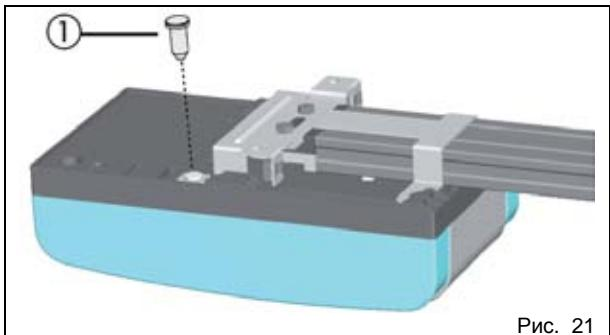
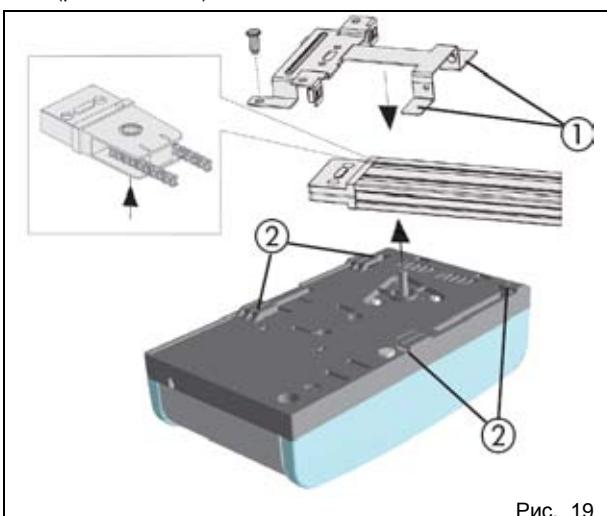
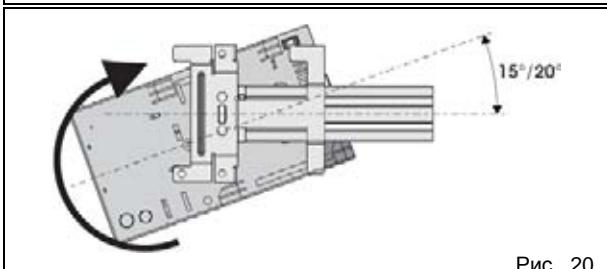

Рис. 21
Рис. 19
Рис. 20
- 1) Удерживая привод под наклоном 15/20° (рис. 20), вал двигателя следует поставить в муфту на заднем креплении направляющего профиля, так чтобы выступы (рис. 19, поз. 1) находились у посадочных гнёзд в днище корпуса привода (рис. 19, поз. 2).
- 2) Поворачивая привод в направлении, указанном на рис. 20, до положения, отображённого на рис. 21, и поставить штифт в отверстие в заднем креплении (рис. 21, поз. 1).